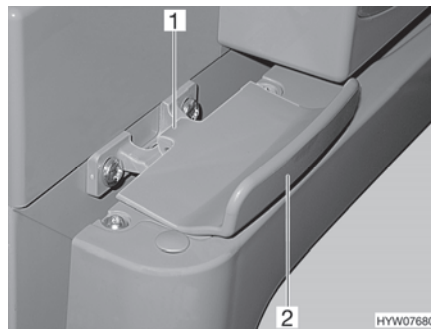

Bild 138 Lås till kylskåpsdörr, låst (Thetford)
- Öppna kylskåpsdörren med handtaget (Bild 138,2). Låset (Bild 138,1) lossas automatiskt.